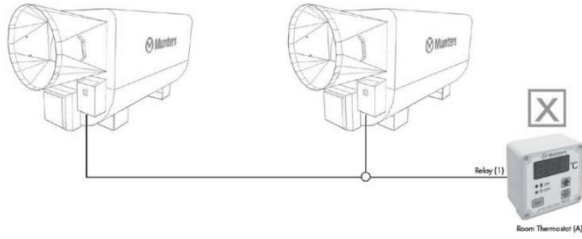

fig.12
- no conecte más de un calefactor a un solo contacto (ver fig. 12/13/14/15);*